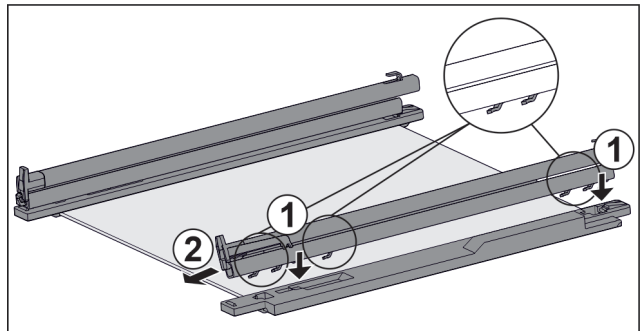

Fig. 61 Скляна пластина з рейками та деталями для підтримки
- ▶ Одягти гаки рейки на отвори **лівої** деталі для підтримки. Fig. 61 (1)
- ▶ Потягніть рейку вперед. Fig. 61 (2)
- ▶ Одягти гаки рейки на отвори **правої** деталі для підтримки. Fig. 61 (1)